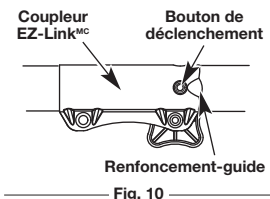

Fig. 10
2. Appuyez sur le bouton de déclenchement et maintenez-le enfoncé (Fig. 10).
REMARQUE : aligner le bouton de déclenchement avec le renforcement-guide facilitera l'installation (Fig. 10).